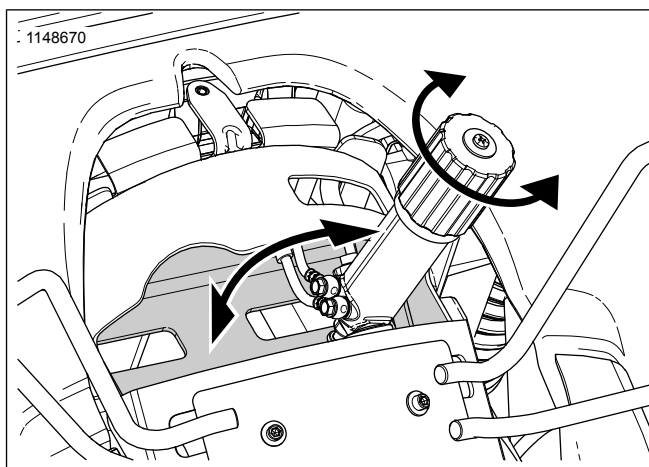

Figure 5. Régleur de suspension arrière
1. Voir Figure 5. Tourner le régleur hors position de rangement.